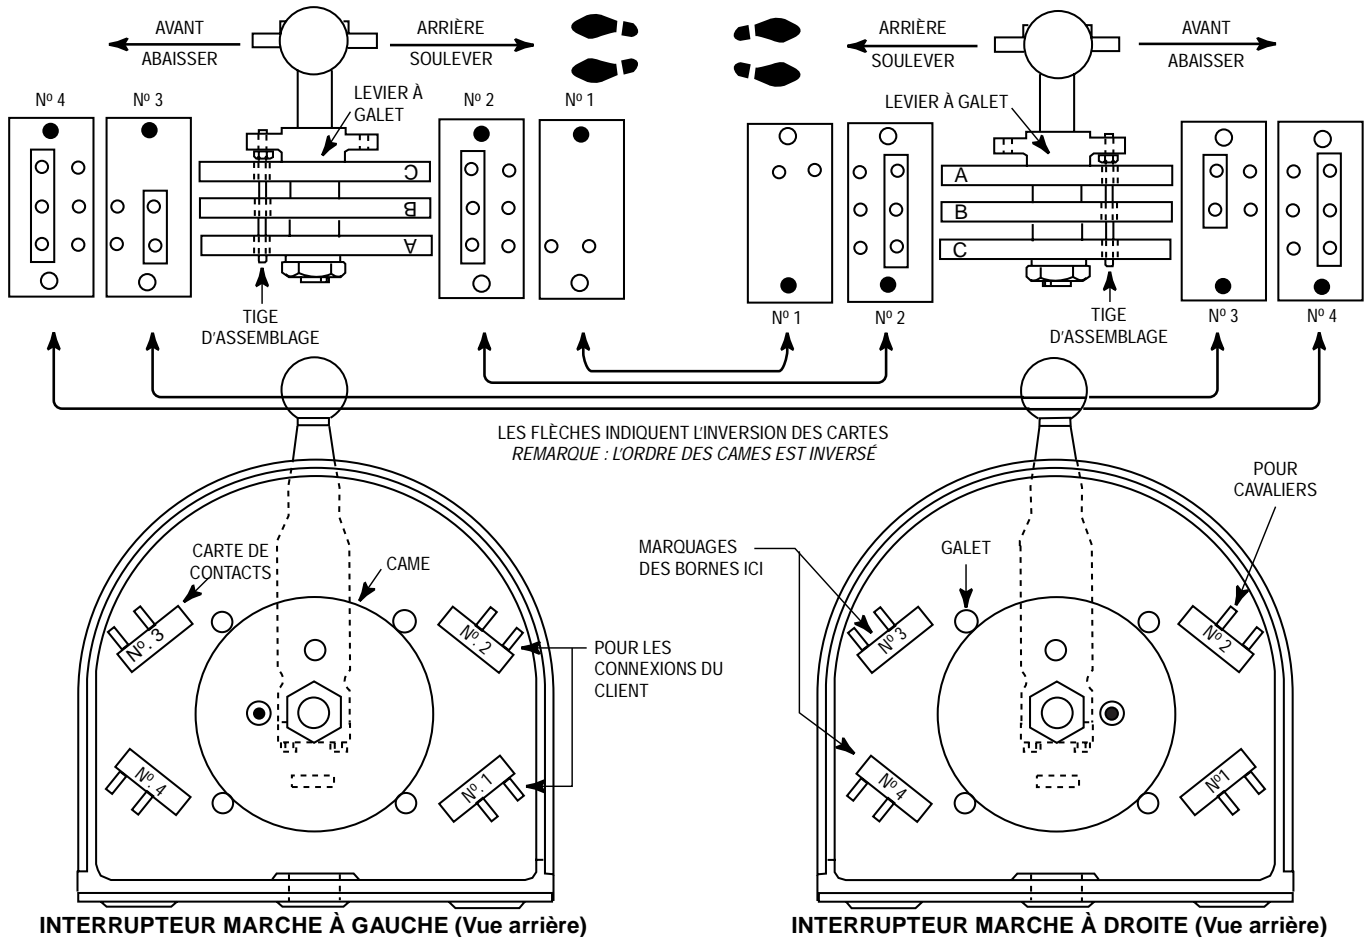

Figure 2 : Changement des interrupteurs pour le fonctionnement de l'autre côté
Pour changer le sens de fonctionnement (consulter la figure 2) :
1. Marquer tous les fils conducteurs avant de les débrancher, puis numéroter chaque carte de contacts et marquer chaque came, comme l'indique la figure 2.